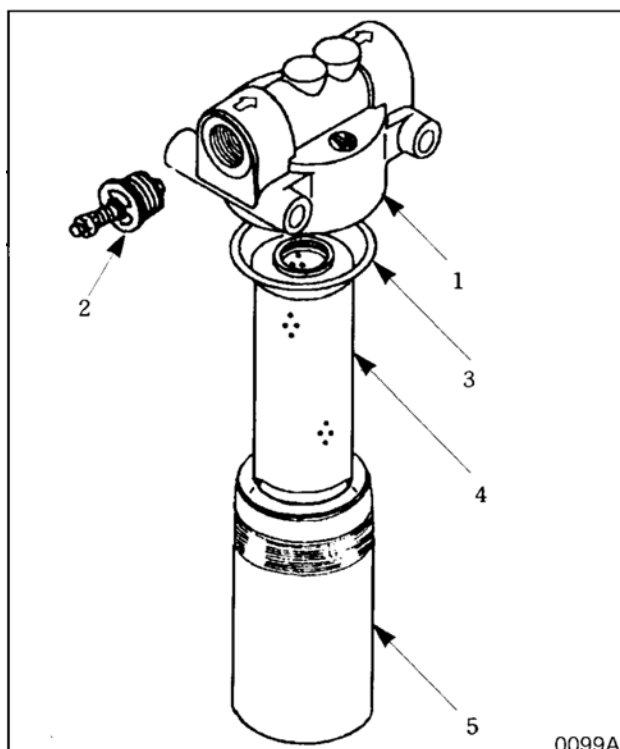

Рис. 46
2. Отвинтить крышку элемента (5, рис. 46). Крышка наполнена маслом. Удалите масло.
3. Снимите уплотнительное кольцо (3, рис. 46) и элемент фильтра (4).
4. Применять негорючий, нетоксичный растворитель для очистки крышки (5 рис. 46).
5. Установить новый элемент фильтра (4, рис. 46) в крышку (5). Установите новое кольцевое уплотнение (3).
6. Навинтите крышку (5, рис. 46) на головку фильтра (1).